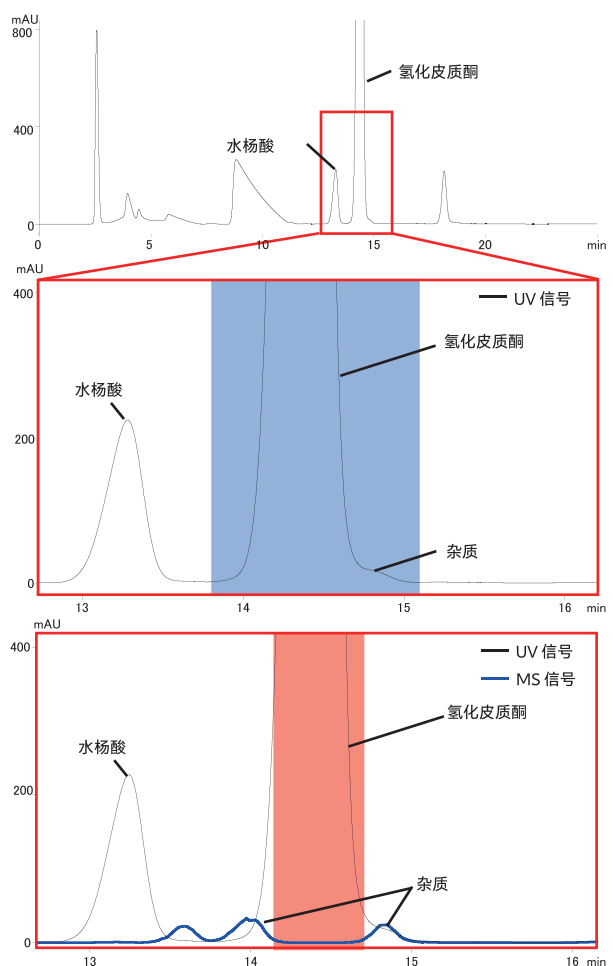

图4 “只使用UV触发信号” (蓝色区域)和“使用UV + MS触发信号” (红色区域)的制备结果比较 (*带颜色的区域为制备区域)
如图 3 所示，实施氢化皮质酮制备模拟的结果，软件有“只使用 UV 触发信号”和“使用 UV + MS 触发信号”的两个模式。在只使用 UV 触发信号（图 3 中上侧的①）制备时，在氢化皮质酮峰的上升峰和峰尾洗脱的微量杂质也可能被制备分离出来。而在组合 MS 触发信号（图 3 中下侧的②、③）后，可以在制备时使用杂质的 MS 色谱图信息，排除杂质的洗脱区间，以更高的纯度回收氢化皮质酮。实际进行分别设置触发条件，制备的结果如图 4 所示（制备条件：表 1）。如图 3 的制备模拟设置所示，“只使用 UV 触发信号”时，蓝色区域被制备，痕量的杂质包含在回收液中，但在“使用 UV + MS 触发信号”时，根据杂质的 MS 色谱图（图 3 中③），杂质在氢化皮质酮的上升峰和峰尾位置洗脱，可以在不包含该位置的范围进行制备分离。